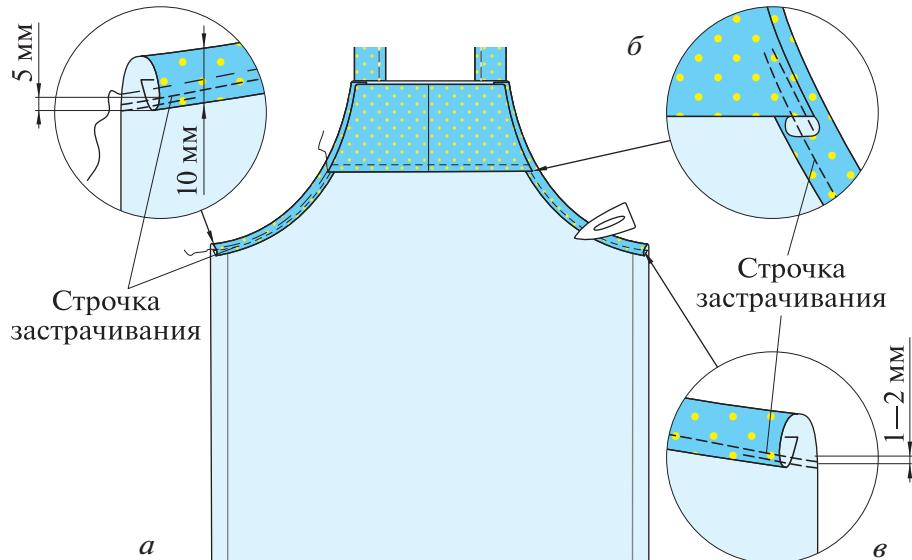

Рис. 6.39. Обработка боковых срезов нагрудника
2. *Застрочите* на расстоянии 1–2 мм от сгиба (рис. 6.39). На правой половине фартука машинную строчку начните выполнять сверху — на обтачке, а закончите внизу (рис. 6.39, б, в). На левой половине — наоборот: строчку начните снизу (рис. 6.39, а), а закончите на обтачке. Приутюжьте.